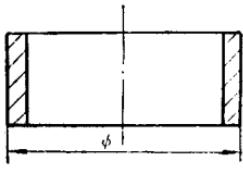

图12 套筒
(1) 泥芯直接车在底箱或盖箱上的车板以图12所示的圆柱形套筒泥芯为例。取木板一块，其长和宽分别大于泥芯的